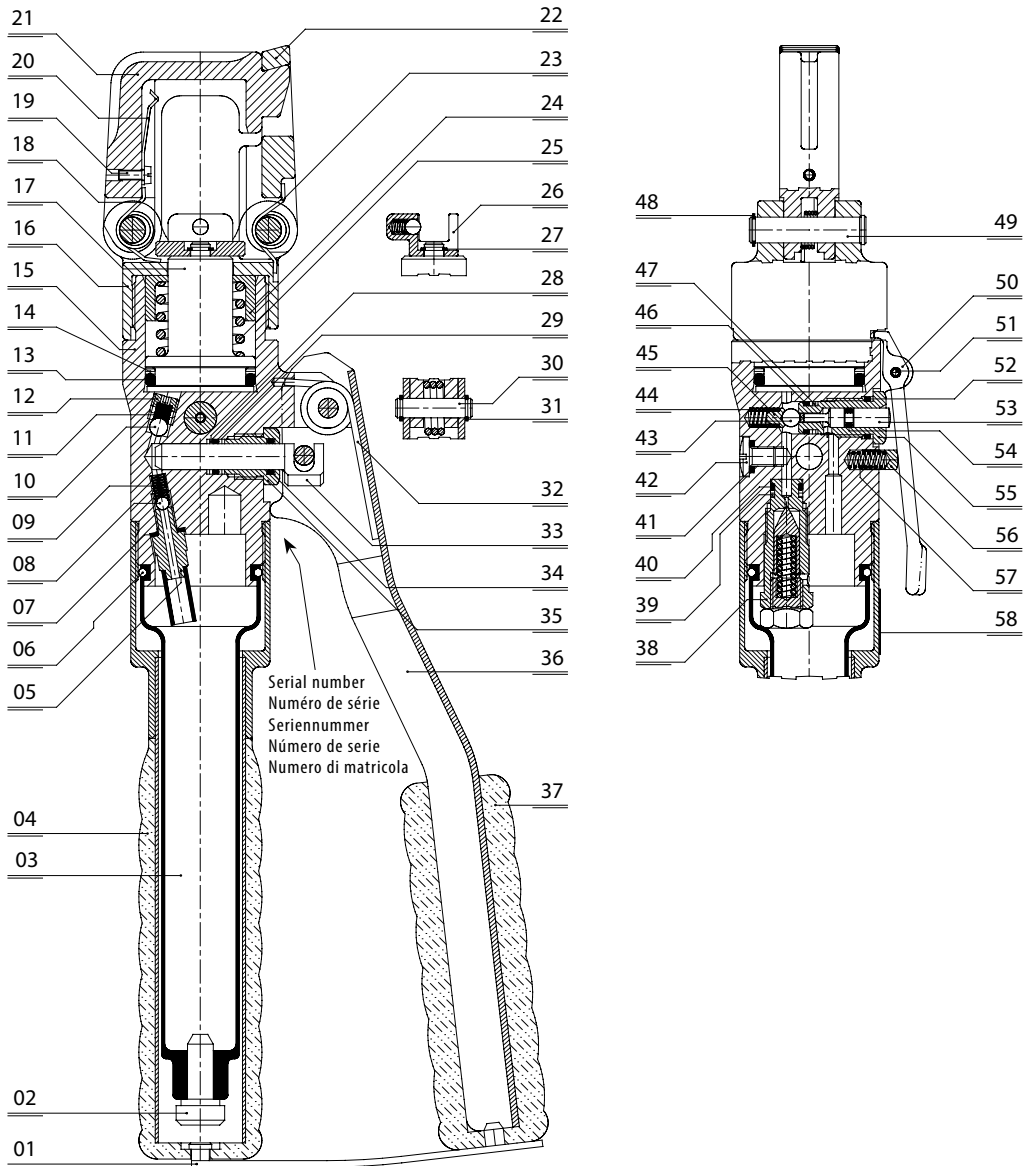

FIG. 1 LONGITUDINAL SECTION
6. LISTA DEI COMPONENTI (Rif. a Fig. 1)